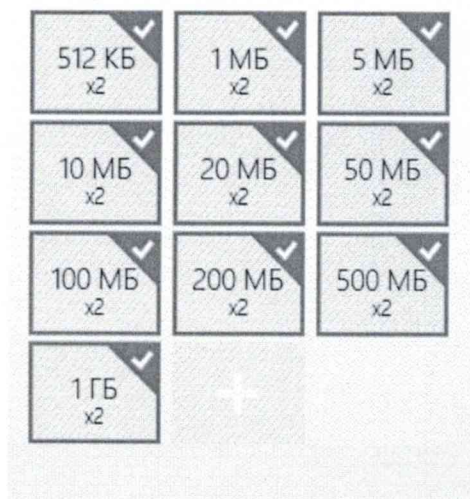
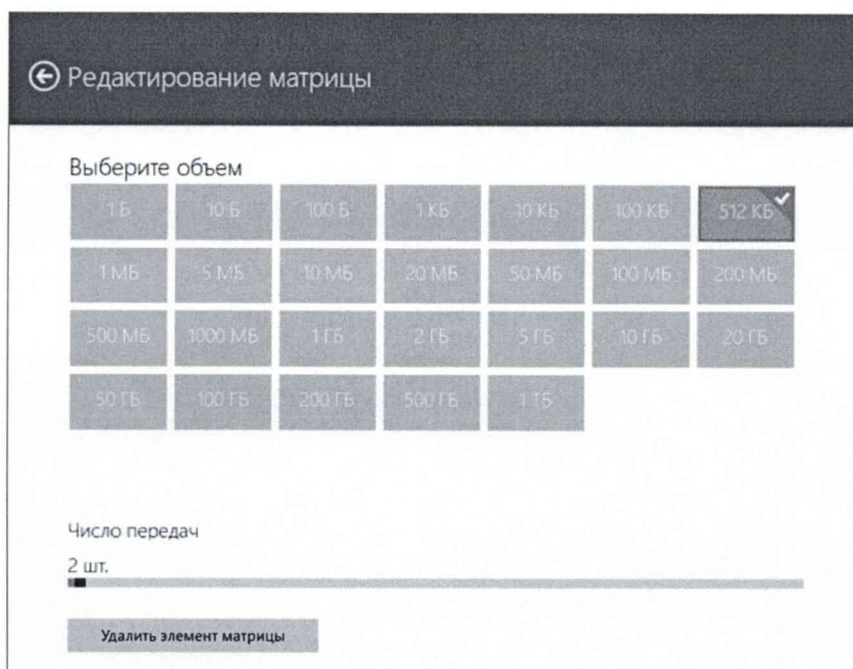

Рисунок 13
Рисунок 14
6.2.1.1 В главном окне программы в столбце “Матрица эталонов” рисунок 13 щелчком правой кнопки манипулятора «мышь» по соответствующему элементу матрицы войти в меню настройки “Редактирование матрицы” для выбора файлов соответствующих объёмов и количества передач каждого из них при проведении измерений (рисунок 14). Редактирование выполнять с учетом характеристик модификации поверяемого зонда.